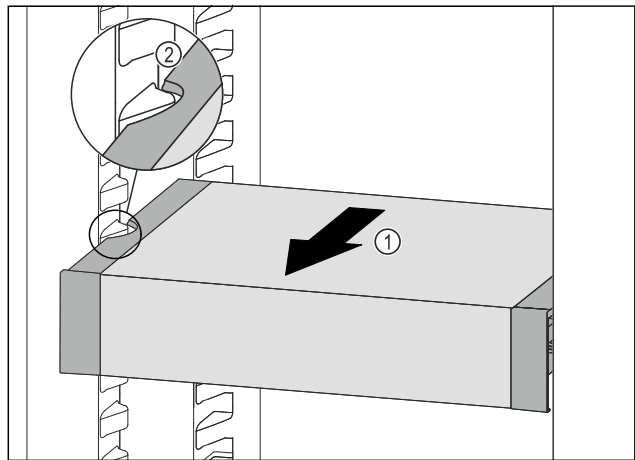

Fig. 209
- ▶ Вытягивайте VarioSafe вперед Fig. 209 (1), пока боковые выемки VarioSafe не окажутся на высоте выступа резервуара в холодильном отделении. Fig. 209 (2)